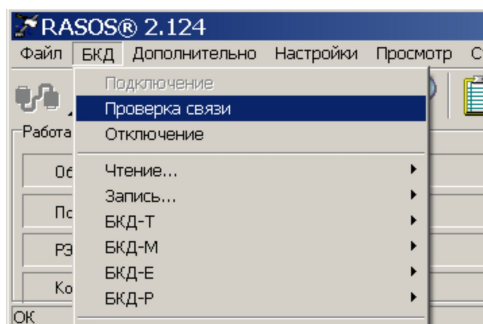

Рисунок 120
8) Выполнить команду «Проверка связи» программы RASOS (рисунок 120). Запомнить на экране осциллографа форму сигнала TXD интерфейса RS-232 (рисунок 121). Качество связи с БД должно быть 100%.
11) Выполнить команду «Проверка связи» программы RASOS (рисунок 120). Запомнить на экране осциллографа форму сигнала RXD интерфейса RS-232 (рисунок 122). Качество связи с БД должно быть 100%.